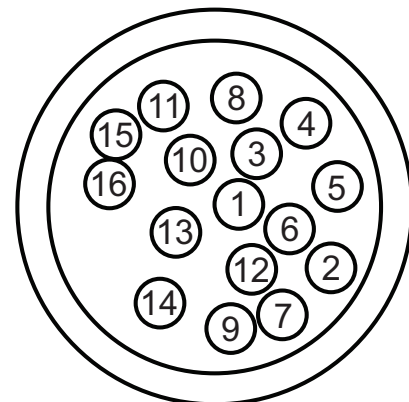

Figura 6
- e) Instalar a placa de interface e soldar todos os terminais conforme mostrado na figura 6.